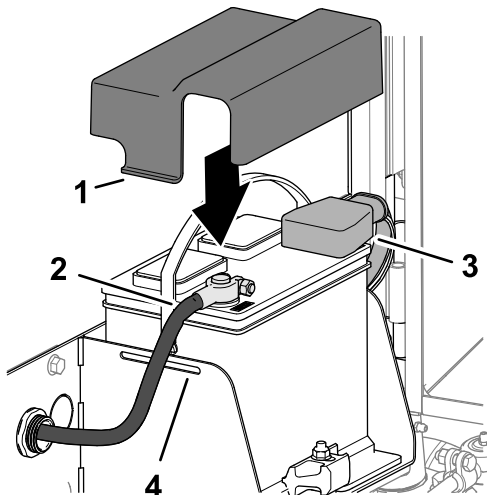

Bild 132
1. Schließen Sie das Pluskabel des Akkus am Pluspol des Akkus an (Bild 132).